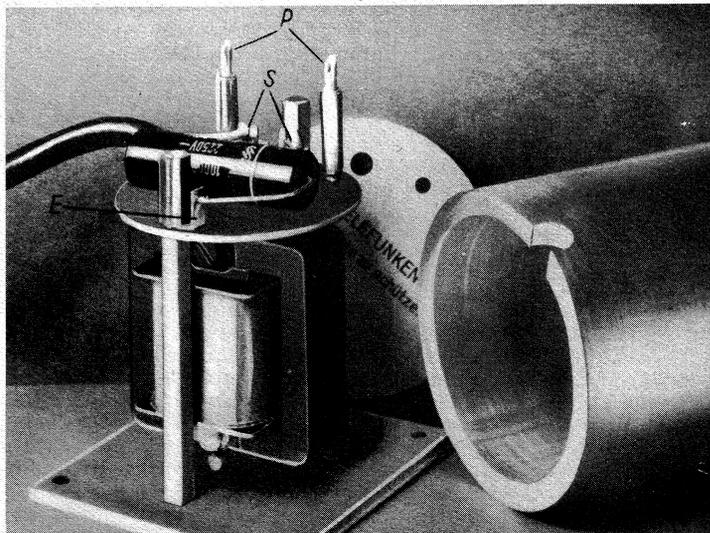
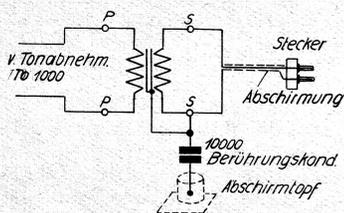
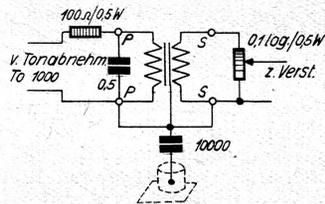

Abb. 1. Wenn die Schrauben im Deckel des Übertragers gelöst sind, so läßt sich der Abschirmzylinder leicht abziehen.
Abb. 2. Die Schaltung des Übertragers für den Tonabnehmer TO 1000 und ST 5.
Abb. 3. Der Überträger mit Nadelgeräuschfilter und Lautstärkeregl. er.
Wird der für den TO 1000 bestimmte Überträger durch Abschrauben des Deckels und Abziehen des Abschirmzylinders geöffnet, so sehen wir den Überträger entsprechend Bild 1. Die beiden langen Anflußklemmen P, die aus dem Deckel herausragen und auch bei geschlossenem Gehäuse erreichbar sind, gehören zur Primärspule, zwischen beiden sind die Lötzwanzklemmen S untergebracht, die zur Sekundärspule führen und an die die Anflußleitung zum Verstärker angelötet ist. Eine Ader dieser Leitung ist gleichzeitig Abschirmung, die dazugehörige Klemme ist innerhalb des Abschirmtopfes mit dem Eisenkern des Trafos und weiter über einen 10000-pF-Berührungsschutzkondensator mit dem Topf verbunden. In Bild 2 ist die eben beschriebene Schaltung aufgezeichnet.
Zur Erzielung der Filterwirkung zum Abschwächen des Plattenrauschens sind nun folgende Änderungen und Zusätze vorzunehmen. Zunächst wird innerhalb des Topfes ein Ende der Primärspule mit dem Ende der Sekundärspule verbunden, an das der Berührungsschutzkondensator liegt (Bild 3). Bei Wechselstromanschluß kann dieser Kondensator auch fortbleiben, bei Gleich- oder Allstrombetrieb muß er unbedingt vorhanden sein. Eine Beeinflussung des Tonabnehmer-Frequenzganges oder der Wirkung des Nadelgeräuschfilters erfolgt durch den Berührungsschutzkondensator nicht.
Eingehende Versuche bewiesen, daß bei DX-Empfang die gute Hochantenne der Zimmerantenne bedeutend überlegen ist und die Lautstärken bei Hochantenne um 1 bis 2 R-Stufen höher liegen. Es wäre also falsch, um die Antennenumschaltung bei DX-Verkehr zu umgehen, eine Zimmerantenne für die Empfangsanlage zu verwenden, die normalerweise für Europa-KW-Empfang genügt (Abb. 1). Empfänger und Sender sollen bei DX-Verkehr mit
Abb. 1. Bei DX-Empfang sollte man keine Zimmerantenne verwenden, zumal es möglich ist, die zum Senden gebrauchte Hochantenne gleichzeitig als Empfangsantenne zu benutzen.
Abb. 2. Wenn die Hochantenne als Sende- und Empfangsantenne verwendet wird, so muß sie mit einem kombinierten Umschalter während des Empfangs auf den Empfänger geschaltet werden.
Hochantenne ausgerüstet sein. Es ist gar nicht einmal notwendig, getrennte Hochantennen zu benutzen, wenn man die Senderhochantenne gleichzeitig durch den Sende-Empfangs-Schalter auf den Empfänger umschaltet. Bei einstufigen Sendern geringer Leistung, die ein gemeinsames Netzanschlußgerät für Sender und Empfänger besitzen, gestaltet sich die kombinierte Antennenumschaltung durch einen zweipoligen Umschalter (S) ziemlich einfach. In Stellung a stehen Hochantenne und Anodenspannung mit dem Empfänger in Verbindung, in Stellung b mit dem Sender. Dasselbe Schaltungsprinzip läßt sich desgleichen beim Hertzschen Dipol mit Speiseleitung anwenden, wenn man statt des zweipoligen Schalters einen dreipoligen benutzt. Eine weitere Steigerung der Empfangslautstärke kann ferner durch Einfaltung eines Antennenfilters zwischen Antenne und Empfängereingang bewirkt werden (Abb. 3). Von der Anordnung eines Antennenfilters, das die verwendete Antenne annähernd genau auf die Empfangsfrequenz abstimmt, wird immer noch zu wenig Gebrauch gemacht. Es ist ein vorzügliches Hilfsmittel zur Erhöhung von Lautstärke, Trennschärfe und Störfreiheit¹⁾.
Abb. 3. Eine ähnliche Anordnung wie bei Abb. 2, doch dient hier als Antenne ein Dipol und außerdem liegt vor dem Empfänger ein Antennen-Anpassungsfilter zur weiteren Lautstärkerhöhung.